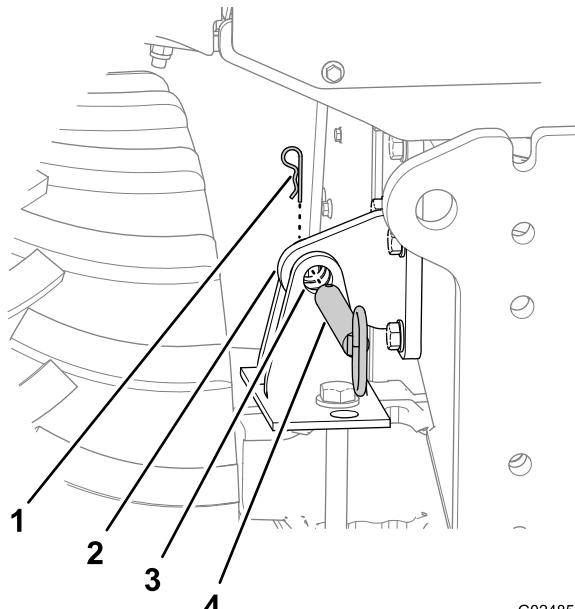

Figura 44
- Retire la chaveta que sujeta el pasador de bloqueo del mecanismo de inclinación al soporte de bloqueo del chasis (Figura 44).
- Retire el pasador de bloqueo del mecanismo de inclinación de los taladros del soporte de bloqueo del chasis y del soporte de bloqueo del eje (Figura 44).
- Utilice el interruptor de inclinación para alinear el taladro del soporte de bloqueo del chasis con los taladros del soporte de bloqueo del eje (Figura 44).
4. Introduzca a fondo el pasador de bloqueo del mecanismo de inclinación por los taladros horizontales del soporte de bloqueo del chasis y el soporte de bloqueo del eje (Figura 44).
5. Sujete el pasador de bloqueo del mecanismo de inclinación al soporte de bloqueo del eje con la chaveta (Figura 44).